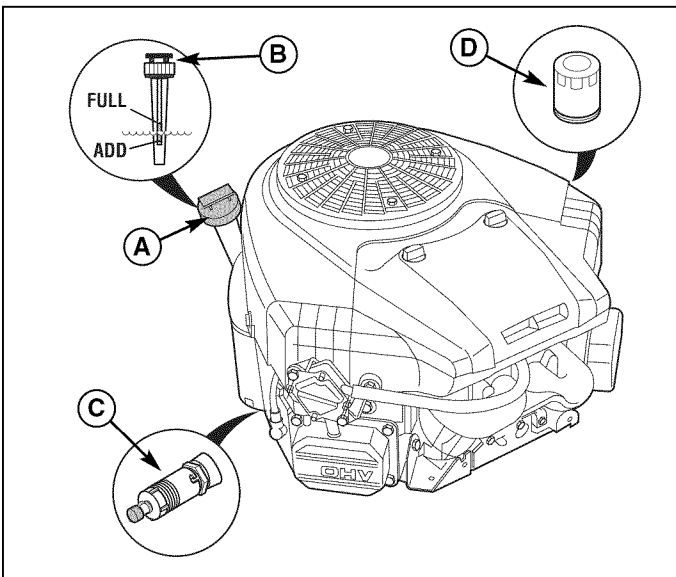

Figura 2. Revisión y llenado del aceite del motor
2. Limpie el área alrededor de la varilla para medición del nivel (A, Figura 2).